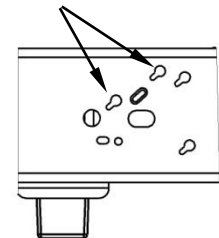

Figure 4b
2. **Camionnettes équipées d'une commande de freins de remorque d'origine :** Replacer la prise électrique située sur l'intérieur du longeron côté conducteur au-dessus de la roue arrière (Figure 4a). La prise doit être enlevée en desserrant deux boulons situés sur l'extérieur du cadre puis en poussant leur tête à travers les fentes en trou de serrure, comme illustré à la Figure 4b. Fixer la prise sur la cornière fournie avec le nécessaire de montage. Le support sera fixé sur l'intérieur du cadre à l'aide d'un boulon de 5/8 po lors d'une étape ultérieure.